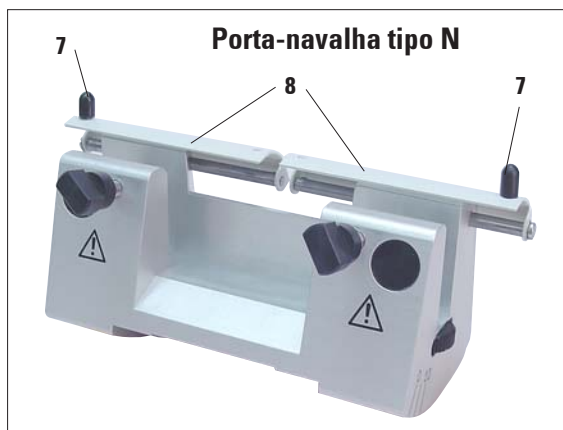

Fig. 4
O protetor de navalha (8) do porta-navalha tipo N/NZ pode ser facilmente posicionado por meio de duas alças (7) (Fig. 4).